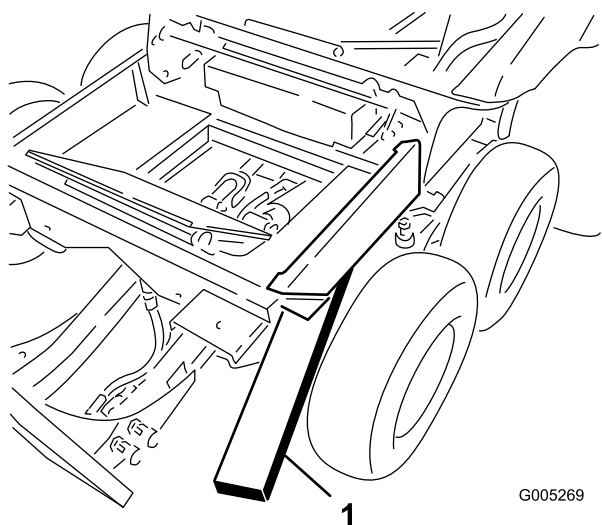

Figura 42
1. Arandela y tuerca sobre el espárrago de pivote del bogie (2)
3. Coloque un bloque de madera entre el tope delantero del bogie y el bastidor, para inclinar el bastidor de invierno hacia atrás (Figura 42).